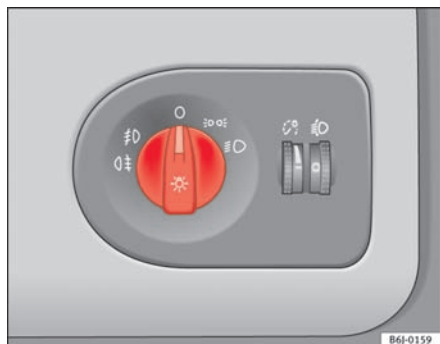

Fig. 50 Udsnit af instrumentpanelet: kontakt til lys, tågeforlygter og tågebaglygte
- Drej lyskontakten ⇒ fig. 50 til position ☀.